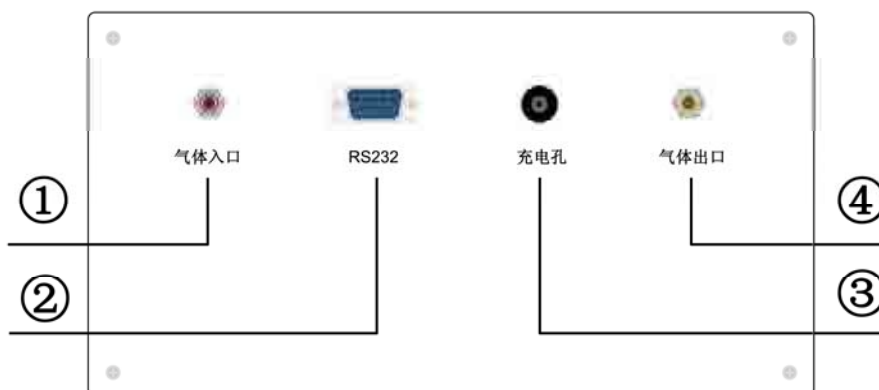

图 2 后面板布局图
- ①液晶屏 ②流量调节 ③干燥-测量手柄 ④电源开关
2、仪器后面板布局图如图 2 所示。